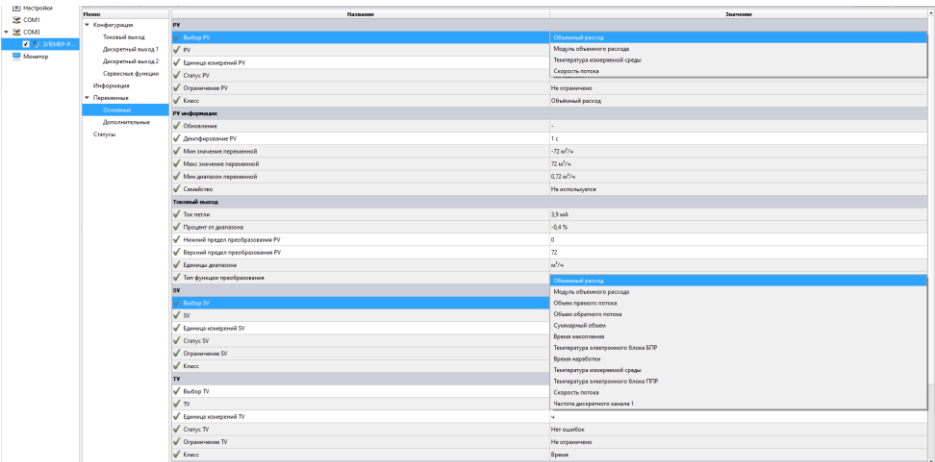

Рисунок 2.22 – Меню «Переменные», подменю «Основные»
2.7.5.3 Гибкая система назначений позволяет независимо связывать переменные прибора с унифицированным выходным сигналом (первичной переменной) и дискретными выходами, а также назначать их на вторичные переменные (рисунок 2.22). Допустимые комбинации назначений приведены в таблице 2.30.